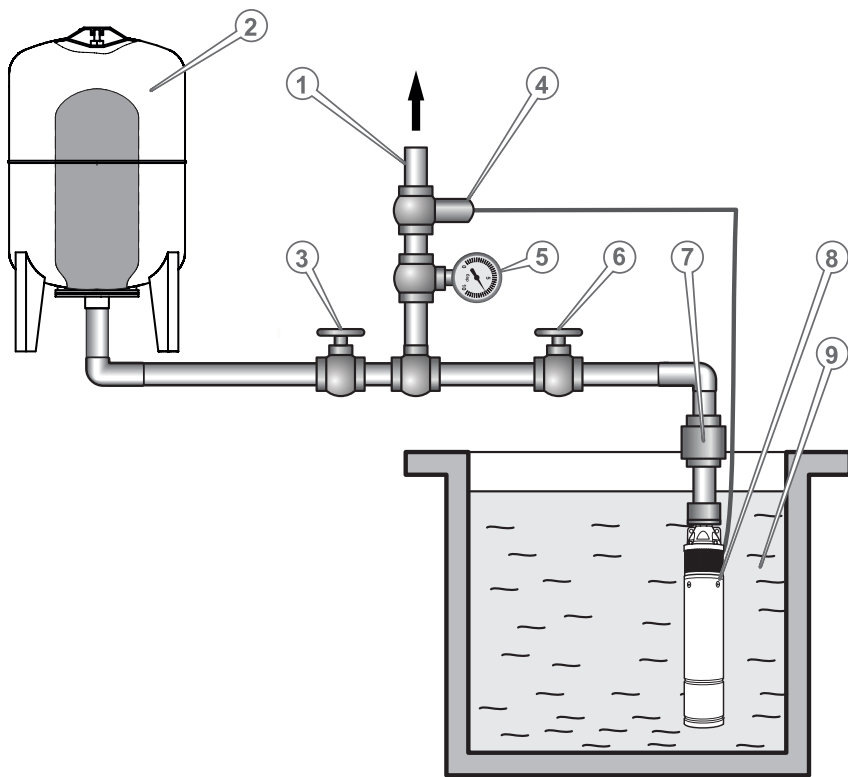

Рисунок 4. Схема монтажу гідроакумулятора моделі «UTV100» у систему водопостачання з глибинним насосом.
- під'єднати трубопровід з вхідним запірним краном (3, рис. 4) до суцільного фланця із штуцером (3, рис. 2);
- по чергово під'єднати: напірну трубу від насоса зі зворотним клапаном системи водопостачання (7, рис. 4), вхідний запірний кран системи водопостачання (6, рис. 4), манометр (5, рис. 4), реле (контролер) тиску (4, рис. 4) до патрубків побутового водопроводу (1, рис. 4).